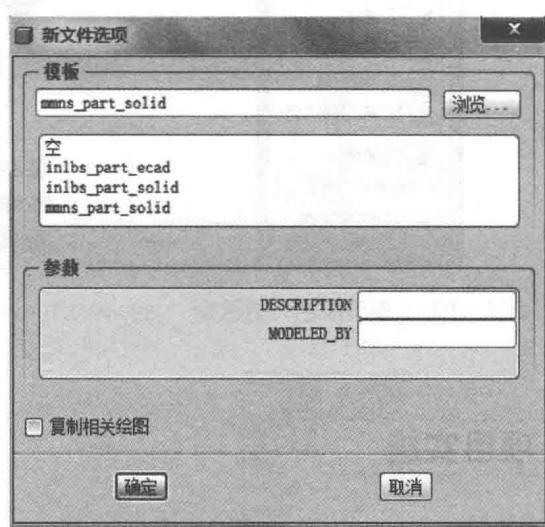

图 1-23 “新文件选项”对话框
② 接受系统默认“零件”类型和“实体”子类型，在“名称”文本框中将“prt0001”更改为“Dwx”，不勾选“使用缺省模板”。
③ 单击 $\text{确定}$ ，在弹出的如图 1-23 所示的“新文件选项”对话框中选择 mmns\_part\_solid，将英制单位改为公制单位；单击 $\text{确定}$ 进入三维实体建模环境。